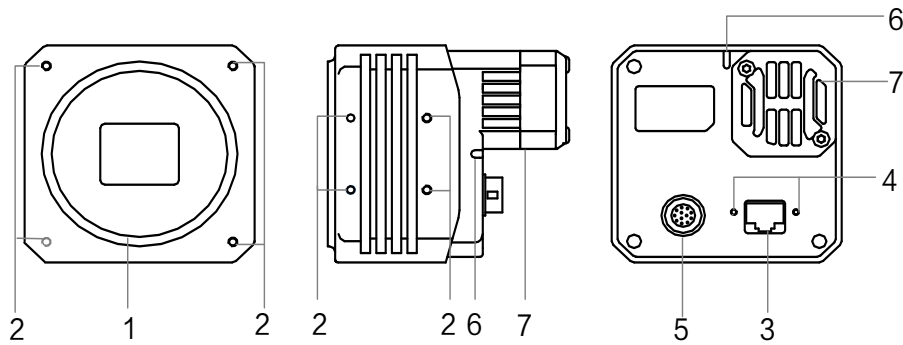

图1-6 M58口，带风扇
- 图 1-6 为 M58 口，带风扇的千兆网口面阵相机外观。
- M58 口，带风扇（图 1-6）